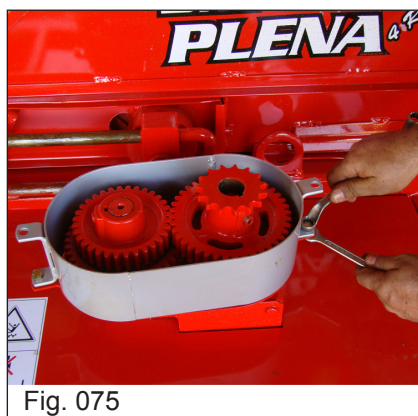

Fig. 075
j) Monte la caja de cambio que acompaña el kit, fijando los tornillos inferiores (Fig. 075) y enseguida ponga la tapa de la caja de cambio fijando los tornillos superiores (Fig. 076).